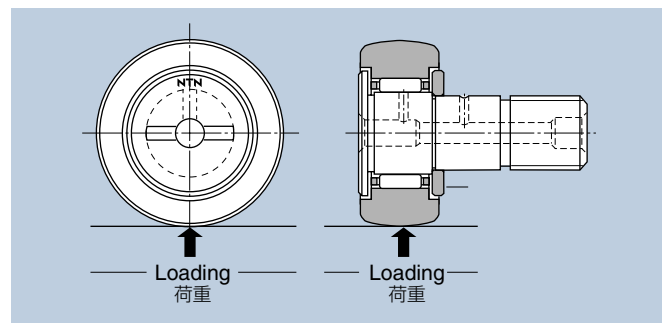

Fig.4
- (3) The oil hole position on the stud raceway surface is designated by the **NTN** mark stamped on the stud rib surface. Mount the stud so the oil hole is located opposite the load zone. **(Fig. 4)** If the oil hole is located within the load area, it may result in shorter life of the follower.
- (3) スタッドの軌道面にある油穴位置は、スタッドのつば面の **NTN**マークで示しており、非負荷域 (荷重を受けない側) に取付ける。(図4)
1. Insert the stud in the mounting hole so that the **NTN** mark (showing oil hole position) is located opposite of the loaded area of the bearings as illustrated in **Fig. 4**.
- (7) スタッド偏心形カムフォロアの取付け調整は、次のように行う。
- 1 荷重が、作用する方向に対し、スタッドを**NTN**マーク（油穴位置）が**図4**の位置になるように取付け穴を挿入し、ナットを軽く締込む。この時スタッドは、回るようにしておく。